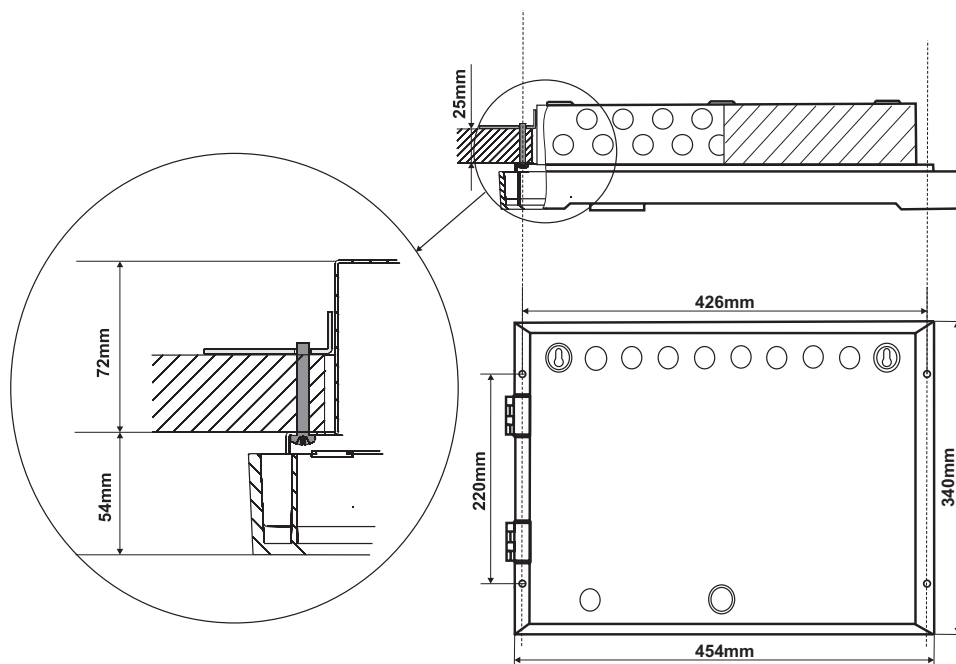

Figuur 4. Afmetingen van de metalen bodem en de montageopening
- Gebruik de afmetingen in figuur 4 om de montageopening in de gipsplaat te tekenen en af te snijden.